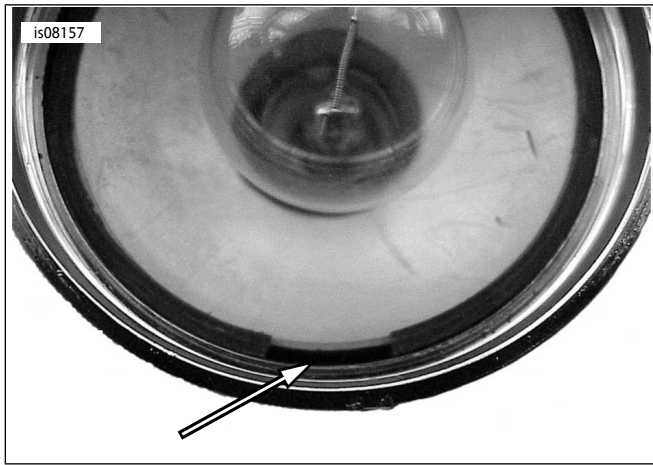

图13。安装O形环
- b. 参见图13。将O形环和内罩安装至转向信号灯罩，使切口朝向底部，如图所示。